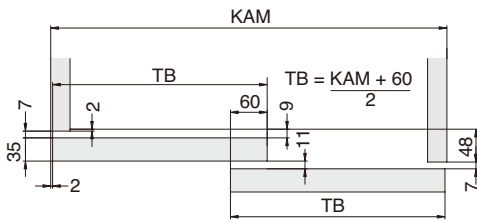

図 1-2-1
(1)図 1-2-1および図 1-2-2の中の“TB” の文字は、扉の幅を表しています。
(3)2枚引扉のときの扉の幅 (図 1-2-1)